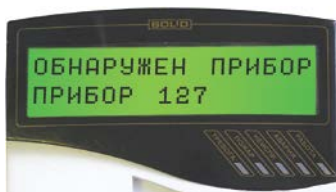

Рисунок 4
3.5.7 В течение 1 мин после включения питания пульт должен показать сообщение об обнаружении устройства с сетевым адресом, соответствующим текущему адресу «С2000-БИ» (заводской адрес блока 127). На рис. 4 представлен индикатор пульта «С2000М» с соответствующим сообщением.